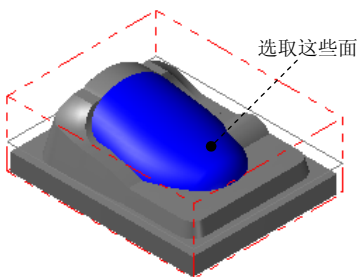

图 17.23 选取干涉曲面
(2) 选取干涉曲面。单击 **干涉面** 区域中的 按钮, 然后选取图 17.23 所示的面 (共 3 个), 单击“标准选择”工具栏中的 按钮, 完成加工区域的设置, 系统返回至“刀具路径的曲面选取”对话框。